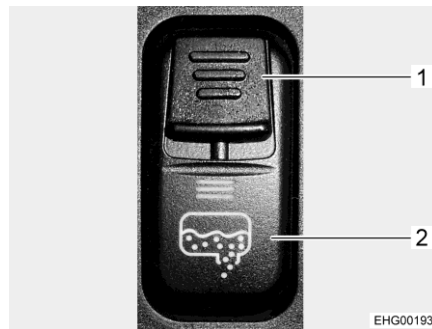

Fig. 211 Commutateur à bascule (vidange des eaux usées)
- Pousser la sûreté (Fig. 211,1) se trouvant sur le commutateur à bascule (Fig. 211,2) vers le bas et presser simultanément ce dernier. Cela ouvre la vanne pour eaux usées et le réservoir d'eaux usées se vide alors. La DEL reste allumée tant que la vanne pour eaux usées est ouvert.